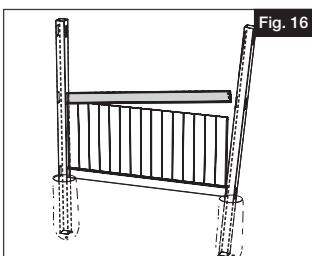

Fig. 16
- a. Insérer la traverse médiane dans les trous toupillés au milieu du premier poteau seulement (Fig. 16).